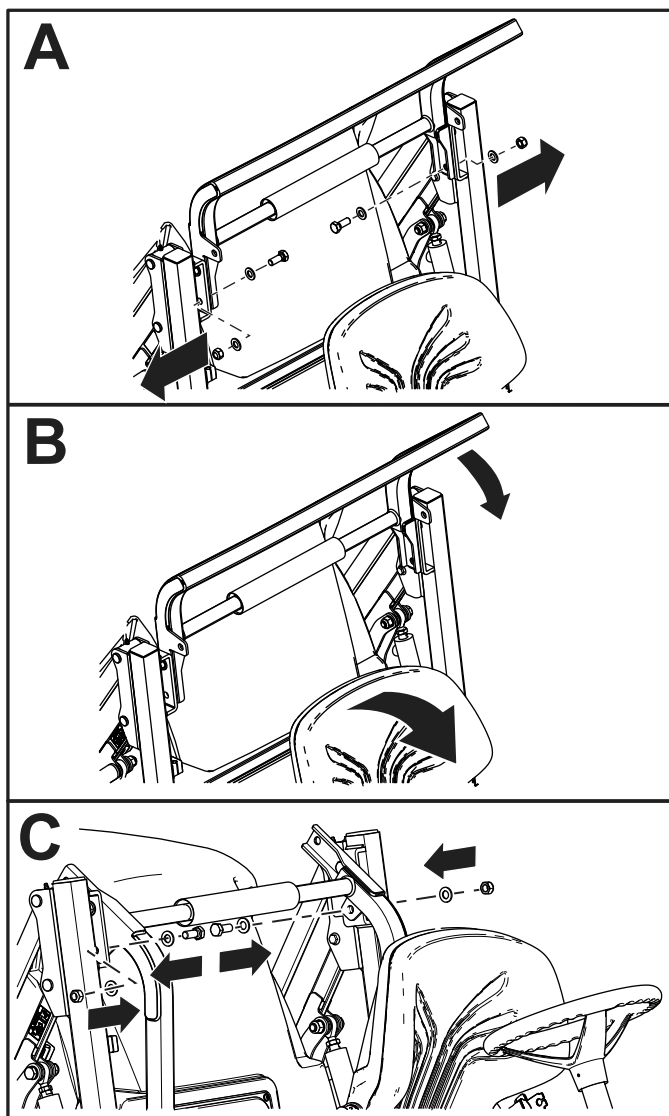

図 18
4. ボルト、ナット、ワッシャを外す 図 18。
6. ROPSを倒して、ボルト、ナット、ワッシャで固定する 図 18。
注 ROPSを立てる時は 図 18 を逆の順序で行う。
5. ROPS からボルトとワッシャを外す 図 18。
6. ROPSを立てて、ボルト、ナット、ワッシャで固定する 図 18。